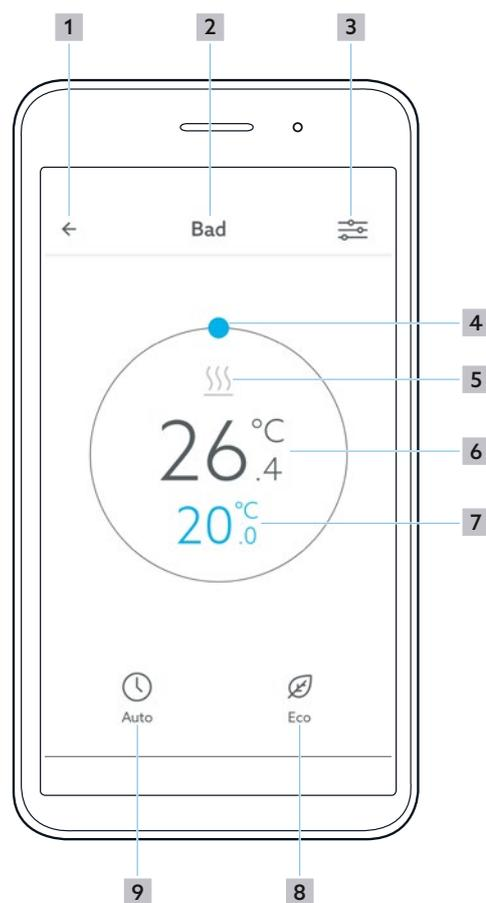

Fig. 14: Application ClimaCon F - Aperçu du thermostat d'ambiance
- 1 Sur l'écran d'aperçu du thermostat d'ambiance pour lequel vous souhaitez effectuer des paramètres, appuyer sur la touche « Appel du menu Paramétrages » (position 3 sur la Fig. 14 en page 14).